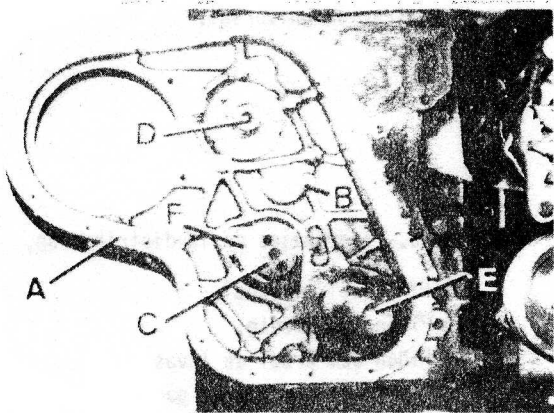

Fig. A4-97.- Cárter de la distribución.
- 1.9.- Soltar los tornillos que fijan el cárter de la distribución al bloque de cilindros, así como los tres tornillos delanteros del cárter de aceite del motor, en la parte inferior del cárter de la distribución y retirar éste (Fig. A4-97).
- 2.1.- Instalar el cárter de la distribución, con su junta que previamente se habrá cubierto de grasa por ambos lados, colocando todos los tornillos con arandelas plana y elástica, a excepción de los tres inferiores, que solo llevan arandela elástica, a excepción de los tres inferiores, que sólo llevan arandela elástica, y los dos que se indican en la fig. A4-97, que lleva arandela plana.